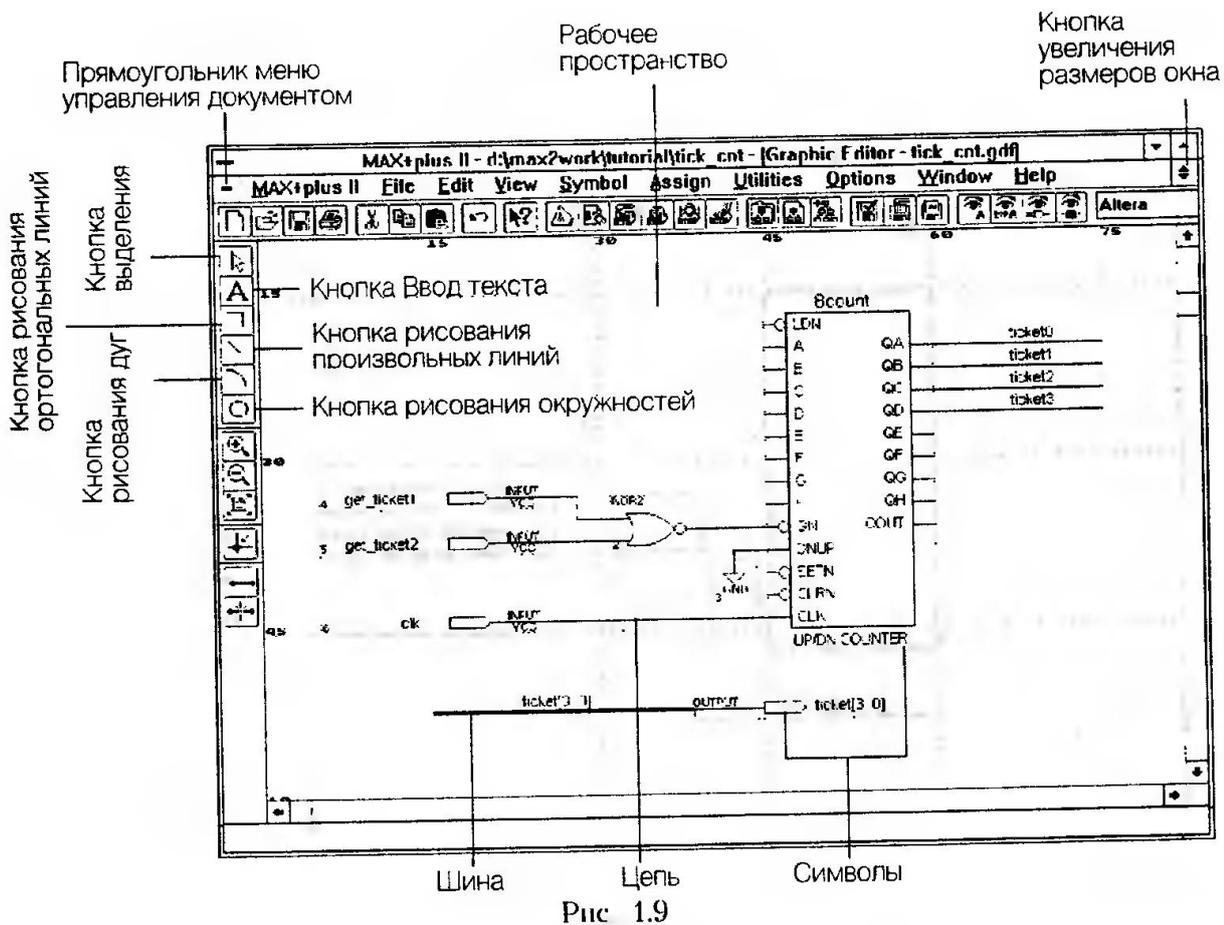

Рис. 1.9
Графический редактор MAX+plus II (**Graphic Editor**), показанный на рис. 1.9, предоставляет среду проектирования: что видишь на экране, то и получишь в проекте. Открыть окно графического редактора вы можете путем выбора **Graphic Editor** (графический редактор) из меню MAX+plus II. Команда **New** (новое) из меню **File** (файл) открывает новое, без названия, окно графического редактора.
- кнопка выделения, показанная на рис. 1.9, облегчает ввод проекта. Она позволяет вам перемещать и копировать элементы, вводить новые символы. Если вы поместили курсор на основание контакта или конец линии, автоматически включается режим рисования ортогональных линий. Когда вы щелкаете на текст, например, название контакта или цепи, автоматически включается режим ввода текста;